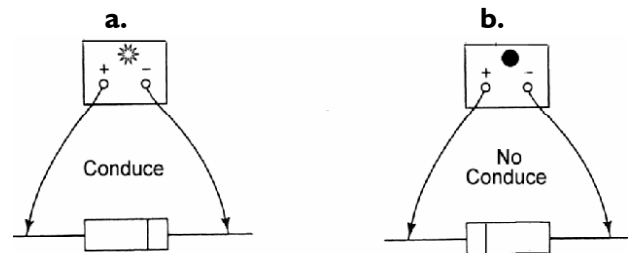

Figura 1.54
- a) Conecte la punta positiva de la luz de prueba al cátodo y la negativa al ánodo, observe la luz y compárela con la Figura 1.54 a.
- b) Conecte la punta positiva de la luz de prueba al ánodo y la negativa al cátodo, observe la luz y compárela con la figura 1.54 b.
Si los resultados de la prueba no son los mismos que los de la Figura 1.54, el diodo estará defectuoso.